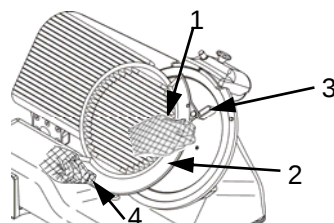

Abb. 47
ACHTUNG: Für die Reinigung des Schneideblatts benötigt man ein Paar Metallhandschuhe (1) (Abb.47) und ein feuchtes Tuch.
1. die Abdeckung abnehmen (Abb. 47);